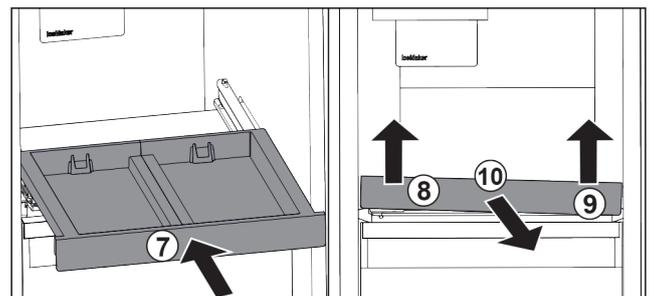

Fig. 102
- ▶ Introducir el estante extraíble. Fig. 102 (7)
- ▶ Levantar el estante extraíble por delante a la izquierda. *Fig. 102 (8)*
- ▶ Levantar el estante extraíble por delante a la derecha. *Fig. 102 (9)*
- ▶ Retirar el estante extraíble hacia delante. *Fig. 102 (10)*